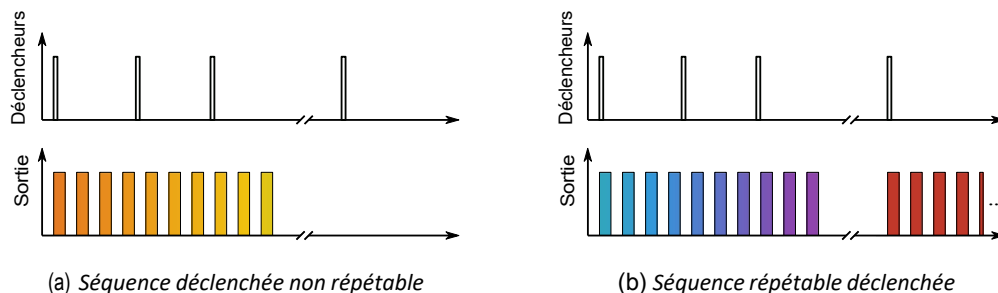

Figure 4.8 : Mode séquence ininterrompue
- **Ininterrompu** : Ce mode active la séquence de canaux lorsqu'une entrée supérieure à 3,3 V est détectée par l'entrée BNC. Les impulsions d'entrée suivantes sont ignorées pendant le déroulement de la séquence (Fig. 4.8). Lorsque la case **Séquence répétable** est cochée, la séquence redémarre à l'arrivée de la première impulsion d'entrée après la fin de la séquence (Fig. 4.8b). Ce mode n'est disponible que pour l'impulsion *déclenchée*.